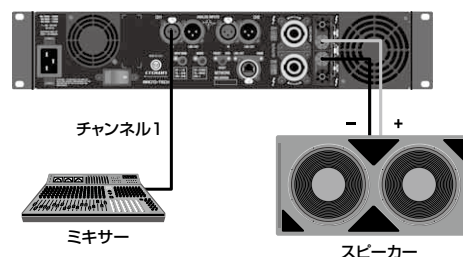

図 2-12
入力：図 2-12 を参照にアナログ信号をアンプのチャンネル 1 に接続します。
- 1 図 2-12 のようにバイディングポストを使用するときは、それぞれのチャンネルの赤いターミナルの接続します。「Bridge-Mono」モード使用時には、黒のターミナルは使用しないでください。